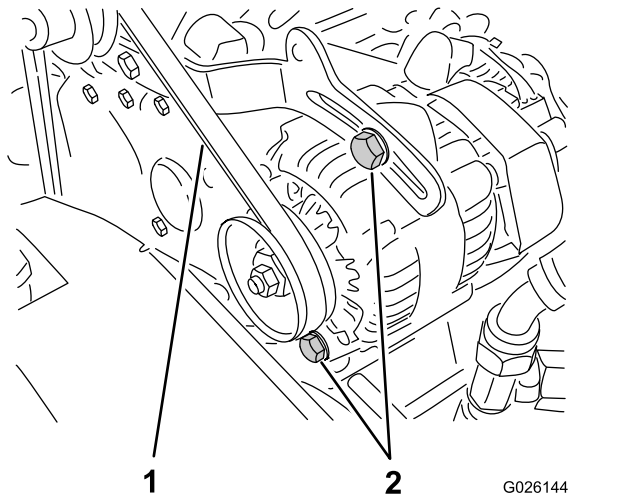

Figura 68
2. Controllate la tensione premendo la cinghia al centro tra le pulegge dell'alternatore e dell'albero motore con una forza di 10 kg (Figura 68).
- A. Allentate i 2 bulloni di fissaggio dell'alternatore (Figura 68).
B. Con un piede di porco, ruotate l'alternatore fino a ottenere una tensione della cinghia appropriata, poi serrate i bulloni di fissaggio (Figura 68).